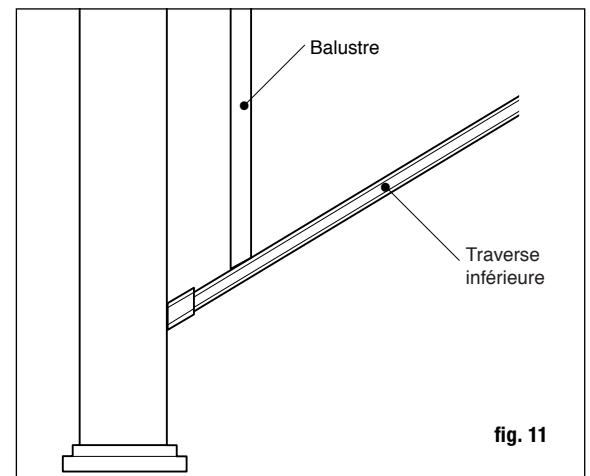

fig. 11
Étape 8 Placez un balustre dans chaque trou fraisé de la traverse du bas. Assurez-vous que le balustre est complètement assis sur la rampe (fig 11).